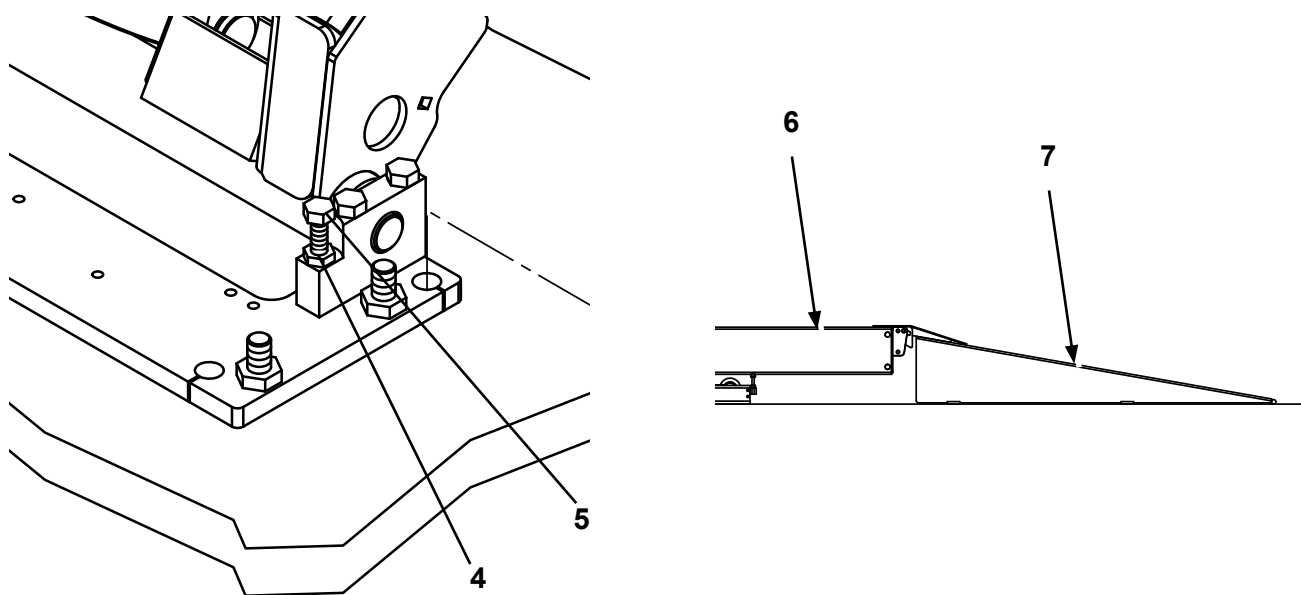

Fig. 25
Rif. Fig.25 - Procedere come al paragrafo 4.8 tenendo conto dell'allineamento delle pedane (6) rispetto alle rampe di salita (7).
Ref. Fig. 25. Proceed as described in paragraph 4.8, checking the alignment of the platforms (6) with respect to the approach ramps (7).
Rif. Fig. 25. Gemäß Paragraph 4.8 verfahren, dabei die Fluchtung der Fahrschienen (6) den Auffahrampen (7) gegenüber beachten.
Ref. Abb.25. Suivre les marches au paragraphe 4.8 en considérant l'alignement des chemins de roulement (6) par rapport aux rampes de montée (7).
Ref. Fig. 25. Proceder como se indica en el párrafo 4.8 teniendo en cuenta la alineación de las plataformas (6) con respecto a las rampas de subida (7).